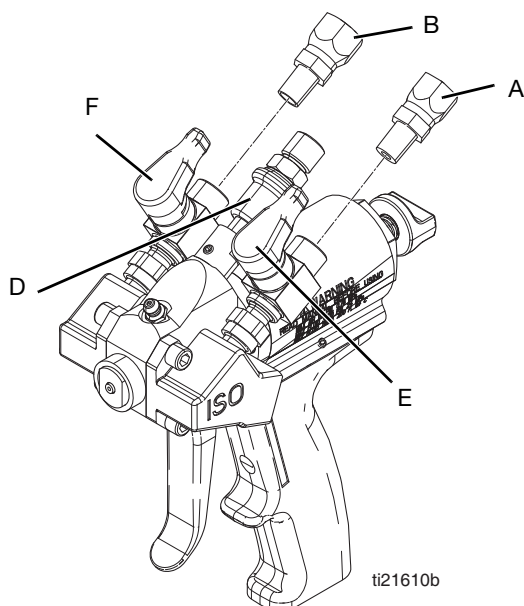

FIG. 4 Borttagning av svivelkoppling
2. Ta bort svivelkopplingsanslutningarna (A, B) från materialavstängningsventilerna (E, F) på P2. Se FIG. 4. Ventilanslutningarna är 1/8 tum NPT hona.
3. Ta bort luftslangen från lufttillförselbrytaren (D). Lufttillförselbrytarkopplingen är 1/4 tum NPSM.